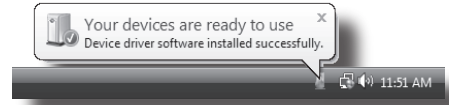

Abb. 5
2. Nach Abschluss der Treiberinstallation erscheint die Meldung "Ihre neue Hardware ist installiert und betriebsbereit" (Abb. 5).